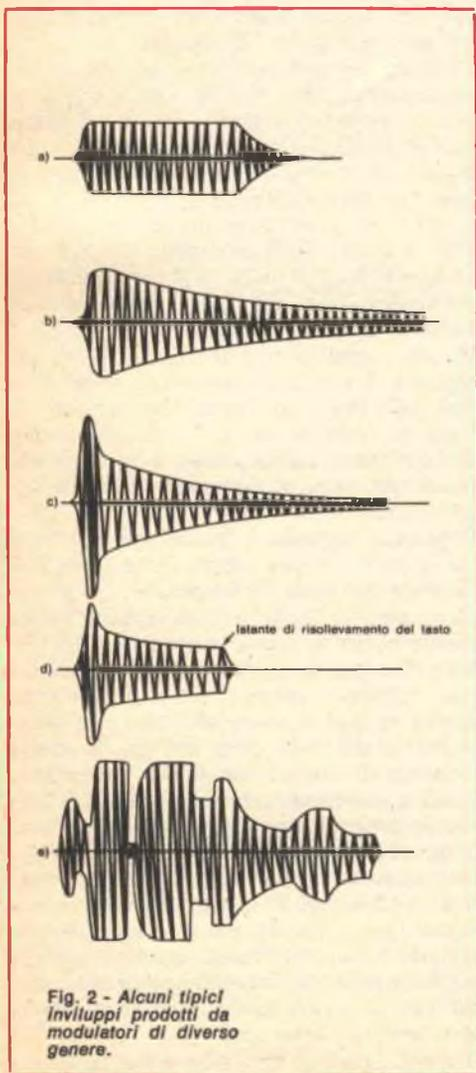

Fig. 2 - Alcuni tipici involuipi prodotti da modulatori di diverso genere.
Se una nota viene semplicemente inviata e interrotta con rapide commutazioni, il suo suono risulta falso, e, per di più, si avverte, all'istante dell'attacco, uno sgradevole rumore di commutazione. Se la nota ha inizio rapidamente (ma non istantaneamente) ed è interrotta pure rapidamente (ma non improvvisamente), come illustrato nella fig. 2-a il suo suono risulta già accettabile. Il tem-
Nella *fig. 2-b*, l'attacco è rapido, ma non istantaneo, il tempo di mantenimento è nullo, e il tempo di smorzamento è molto lungo. Ne risulta un suono dalle caratteristiche simili a quello degli strumenti a percussione, esaltate dal fatto che con i tasti si dà inizio al suono, ma non si può influire sulla sua durata. Un maggior realismo si ottiene aggiungendo il perfezionamento riportato nella *fig. 2-c*. Quando una campana viene percossa, essa emette un suono molto forte, che scende però rapidamente ad un livello alquanto più basso; infine si ha il lento spegnersi tipico dei suoni a percussione. Per simulare questo comportamento, basta rendere molto rapido lo smorzamento iniziale. Se la campana viene percossa ripetutamente, è possibile udire ogni singolo colpo; invece, con un involuppo come quello della *fig. 2-b*, colpi ripetuti risulterebbero indistinti.
Un suono simile a quello prodotto da un pianoforte, in cui lo smorzamento è relativamente lento sino a che si tiene premuto il tasto, e molto rapido appena lo si abbandona, è quello rappresentato nella *fig. 2-d*. Questo effetto è detto *silenziamento*, e la durata dello smorzamento finale è detta tempo di silenziamento.
Gli involuppi mostrati nella *fig. 2* si ottengono facilmente con l'aggiunta di diodi, resistori e condensatori nei circuiti che accoppiano la tastiera al modulatore di involuppo; il numero dei componenti necessari aumenta se la forma dell'involuppo richiesto diviene più complessa. Nella *fig. 2-e* è rappresentato un involuppo ottenibile con un sistema di comando universale, il quale permette la generazione di involuppi di qualsiasi forma, con ripetuti attacchi, mantenimenti e smorzamenti; esso può essere ottenuto con l'uso di un calcolatore o con diversi tipi di modulatori di involuppo programmabili. Entrambe le tecniche sono molto complesse e costose, specie se associate a strumenti polifonici.
lato *n*. La *fig. 2-a* mostra il diodo con polarizzazione inversa, ma al disotto della tensione di rottura o zener del diodo. Il lato di tipo *n* è fortemente drogato con fosforo, che conferisce una gran quantità di elettroni liberi (-), mentre il lato *p* è leggermente drogato con boro, che conferisce una piccola quantità di buchi mobili (+). Per l'azione di repulsione delle cariche dello stesso segno, la tensione applicata ha svuotato una zona, detta di *deplezione*, di tutti i portatori mobili di corrente. La zona di deplezione ora contiene cariche positive fisse (atomi ionizzati) sul lato *n* della barriera e cariche fisse negative (buchi riempiti) sul lato *p*.
*Fig. 2 - Il campo elettrico ha eliminato dalla zona di deplezione gli elettroni mobili ed i buchi portatori; scorre solo una piccola corrente di perdita dovuta ai portatori residui; la zona di deplezione si estende soprattutto nel lato *p* leggermente drogato (a). Diodo zener in rottura: la moderata drogatura nel lato *p* provoca una zona stretta; il campo di alta intensità strappa elettroni legati, generando portatori elettrone-buco; gli elettroni vanno verso il terminale positivo ed i buchi verso il terminale negativo (b). Diodo in rottura a valanga: la scarsa drogatura sul lato *p* mantiene il campo al di sotto del livello zener, ma i portatori mobili nel campo poco intenso staccano elettroni per collisione; ogni collisione produce coppie elettrone-buco che, a loro volta, staccano altri portatori, causando per collisione una valanga di portatori (c).*
La fig. 2-b illustra la rottura zener in una zona stretta. Le frecce simbolizzano l'improvviso rilascio di molti elettroni legati che si dirigono verso il terminale positivo. I buchi, che non sono rappresentati, si dirigono verso il terminale negativo. Poiché gli elettroni legati degli atomi sono trattenuti meno solidamente al loro posto con l'aumentare della temperatura, la tensione di rottura zener diminuisce alle temperature più alte, conferendo alla tensione zener un coefficiente di temperatura negativo.
La rottura a valanga predomina nei diodi con tensione di rottura superiore ai 7 V o 8 V. In questi diodi il lato n è fortemente drogato, mentre il lato p è leggermente drogato. Ne consegue che la zona di deplezione si espande molto più profondamente nel lato p quando si applica una tensione inversa. Nella zona di deplezione vasta, il campo elettrico E non raggiunge i livelli di intensità di campo zener ed ha inizio un processo a valanga con minori intensità di campo. Quando il campo E aumenta con l'aumentare di V_i , i portatori di corrente residui dentro la zona assumono maggiore velocità ed energia. Nella zona larga le probabilità di una collisione tra un portatore che si sposta rapidamente ed un atomo sono alte. Ad una particolare intensità di campo, un elettrone che si sposta rapidamente può entrare in collisione con un elettrone legato e strapparne da un atomo, creando quindi un'altra coppia elettrone-buco. Si genera una vera valanga di portatori, con una rapida moltiplicazione geometrica di portatori. La fig. 2-c illustra la moltiplicazione di portatori per valanga in una vasta zona. Il meccanismo di valanga ha su V_Z un coefficiente di temperatura positivo. Ciò è dovuto al fatto che i portatori tardano ad assumere velocità, a causa